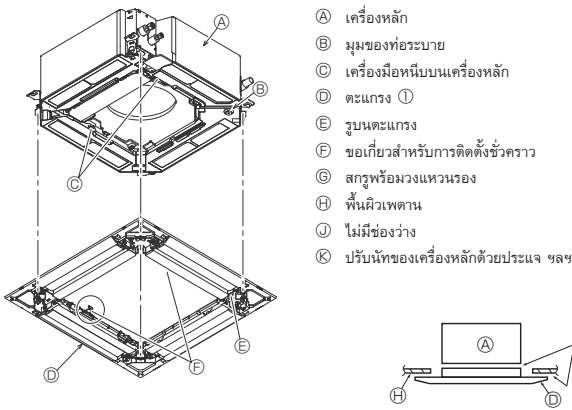

Fig. 9-6
9.4.2. การติดตั้งตะแกรงชั่วคราว (Fig. 9-6)
- ยึดตะแกรงเข้ากับเครื่องหลักโดยการขันสกรูก่อนติดตั้ง (Fig. 9-6)
ตรวจสอบให้แน่ใจว่าไม่มีช่องว่างระหว่างเครื่องหลักและตะแกรง หรือระหว่างตะแกรงและพื้นผิวเพดาน (Fig. 9-6)
- หลีกเลี่ยงขันสกรูแน่นเกินไป ให้ตรวจสอบว่าขอเกี่ยวของตะแกรงสองอัน (Fig. 9-6) ยึดไว้แน่นเข้ากับขอเกี่ยวบนเครื่องหลักแล้ว